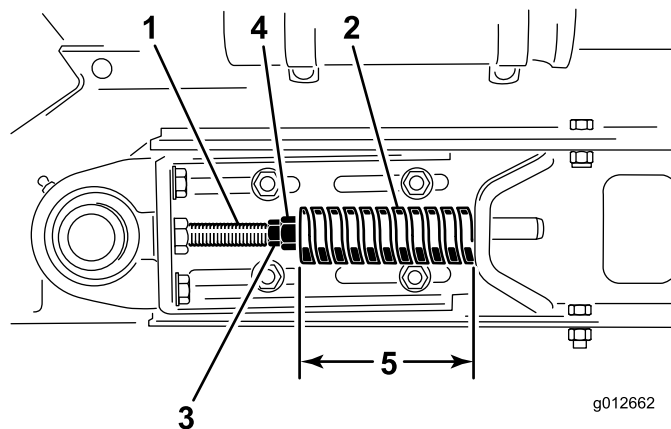

Bild 25
3. Lösen Sie die hintere Klemmmutter (Bild 25).